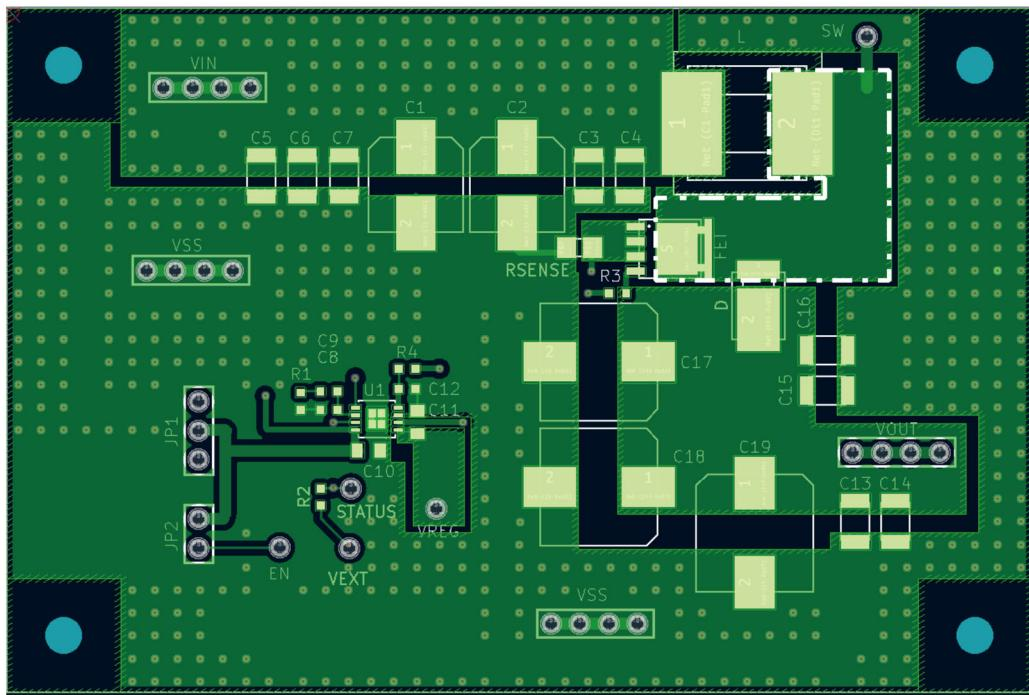
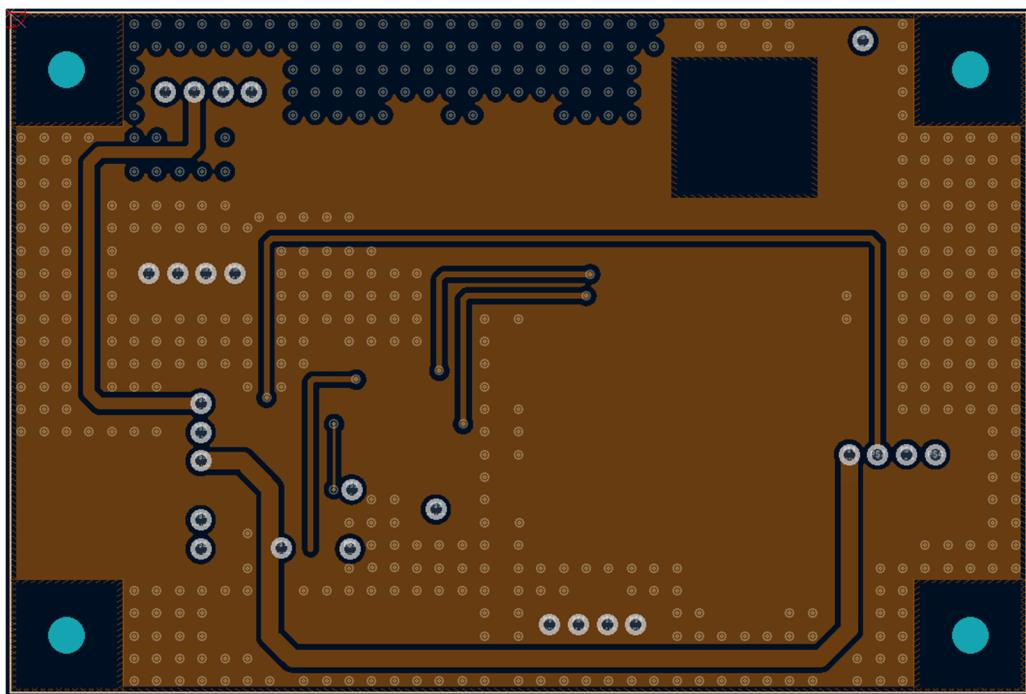

图7 表层 (第一层)
图10 底层 (第四层)
针对图6的应用电路，本公司制作的基板为4层，全层如图7~图10所示。
- 为了降低诱导性高频噪声，请尽量缩小SW的布线面积（“图7 表层（第一层）”的点线所示区域）。
- 为了避免涡流的损耗，请去除电感器 (L) 背面的全部铜箔。